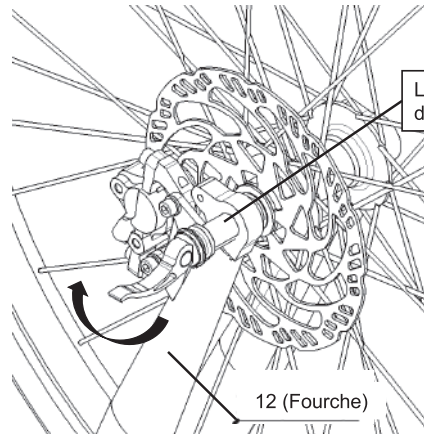

Figure 45-1.
d. Insérez le levier de dégagement rapide aussi loin que possible du côté du disque. Vous devrez peut-être ajuster légèrement la roue avant pour que le levier de dégagement rapide puisse passer en douceur. Vissez-le dans le sens des aiguilles d'une montre jusqu'à ce qu'il soit bien serré, comme indiqué à la Figure 45-1.